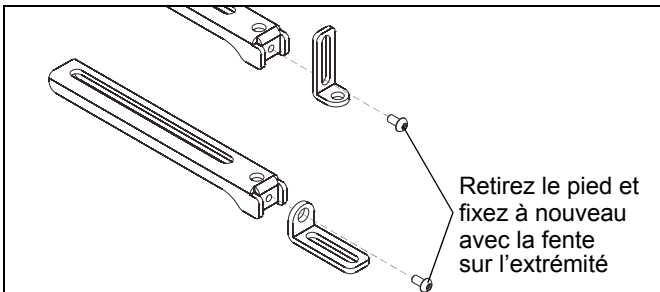

Figure 15
3. Desserrez la vis et réglez le pied attaché au bras réglable. Le pied peut être enlevé et remis en place pour permettre un réglage précis, au besoin. (Voir Figure 15)